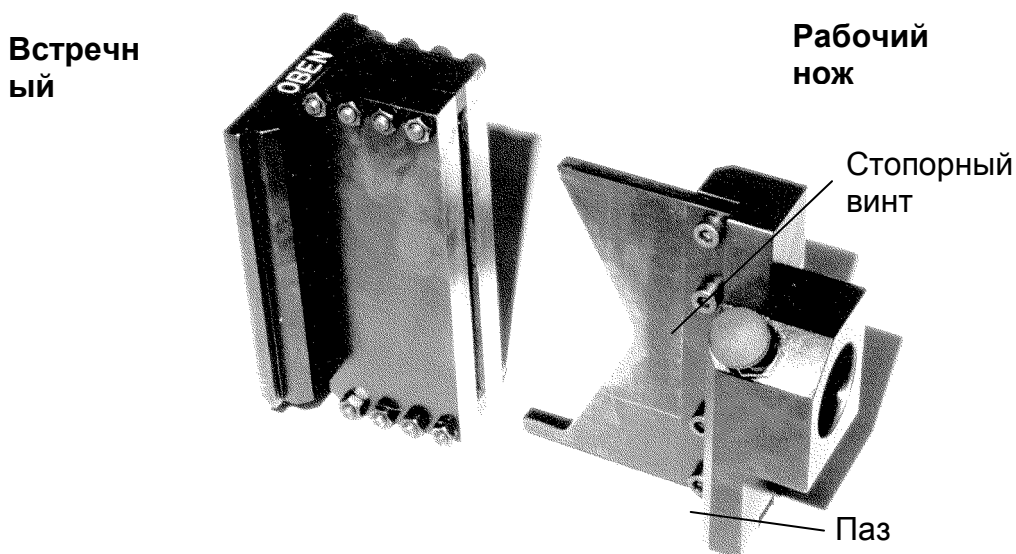

Рисунок 16: Режущий инструмент
Режущий инструмент (рис. 16) подходит для резки токопроводящих шин из алюминия и меди размером до 120 x12 мм.
- Для монтажа инструмента сначала необходимо ввести рабочий нож (рис. 16) во встречный нож. При этом надпись «верх» должна совпадать на обеих частях.